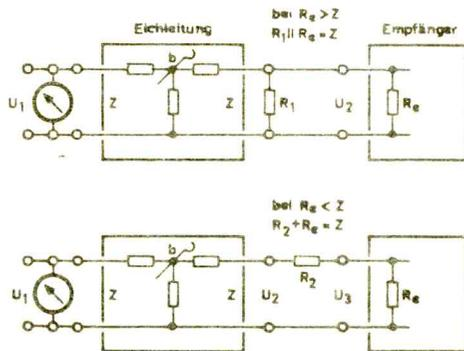
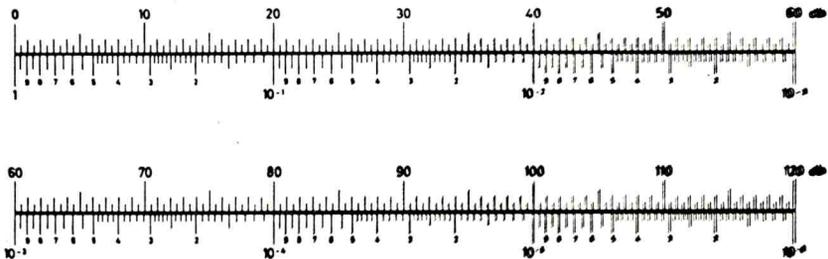

Bild 1. Wellenwiderstandsrichtiger Abschluß der Eichleitung bei von Z abweichendem Eingangswiderstand R_g des Empfängers
Bild 2. Zur Ablesung des Dämpfungswertes b (in db) für ein gewünschtes Spannungsverhältnis U_2/U_1
Bild 1 zeigt die Schaltanordnung zur Teilung einer bekannten Eingangsspannung U_1 auf eine sehr kleine und genau definierte Ausgangsspannung U_2 ,
einzustellen. Das erforderliche Dämpfungsmaß b kann mit guter Näherung auch aus Bild 2 entnommen werden. Es ist Bedingung, daß die Eichleitung wellenwiderstandsrichtig abgeschlossen ist. Eichleitung und Empfänger können also nur dann ohne weiteres miteinander verbunden werden, wenn der Eingangswiderstand (R_e) des Empfängers gleich dem Wellenwiderstand (Z) der Eichleitung ist. Anderenfalls muß der wellenwiderstandsrichtige Abschluß nach Bild 1 mit einem Parallelwiderstand oder mit einem Serienwiderstand hergestellt werden. Ist zum Beispiel $R_e > Z$, wie in der Praxis oft zutreffend, dann erhält der Empfänger einen Widerstand
Forderung ist erfüllt, wenn der Eingangswiderstand R_e des Verstärkers gleich Z ist. Ist dagegen $R_e > Z$ oder $R_e < Z$, dann muß der wellenwiderstandsrichtige Abschluß nach Abschnitt 2.1 (Bild 1) durch einen Parallel- oder Serienwiderstand erzwungen und für den Fall, daß $R_e < Z$ ist, der durch R_2 und R_e bewirkte Spannungsabfall berücksichtigt werden. Wenn erforderlich, so ist auch der Ausgang des Verstärkers mit einem Widerstand $R_a = R_1$ zu belasten.